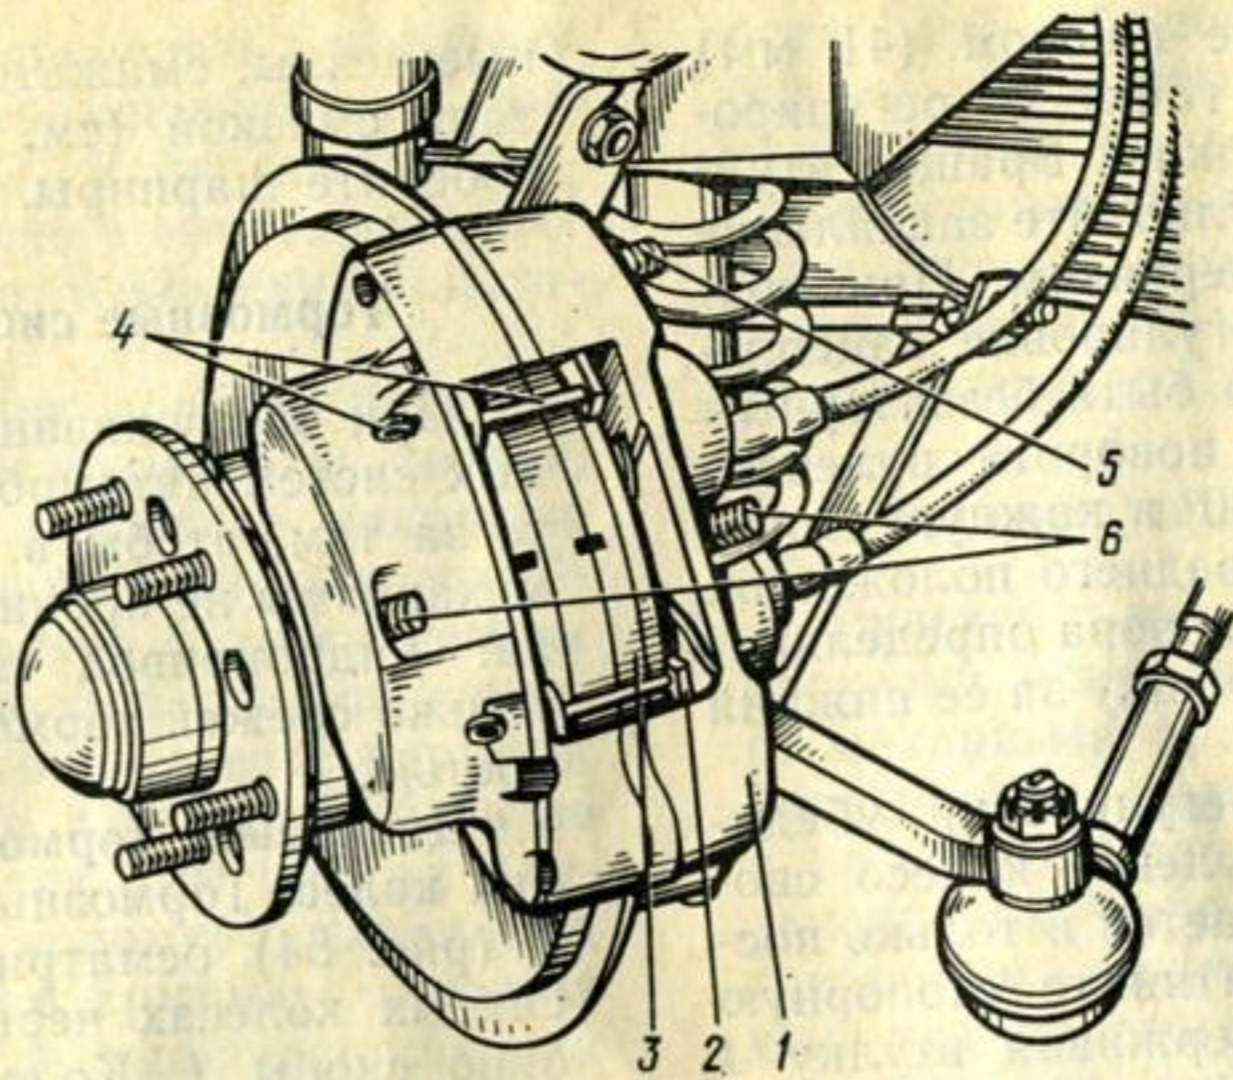

Рис. 64. Дисковый тормоз переднего колеса:
**Дисковые тормоза передних колес.** Тормозные колодки 2 (рис. 64) осматривайте при снятых колесах через верхнее окно скобы 1. Колодки замените, когда толщина фрикционных накладок 3 уменьшится до 3 мм. Чтобы снять колодки 2, обожмите разогнутые концы шплинтов 4 и выньте шплинты из отверстий скобы. Если колодки снимаете не для замены, а для доступа к другим деталям, то колодки необходимо пометить, чтобы при последующей сборке тормоза поставить их на прежние места.